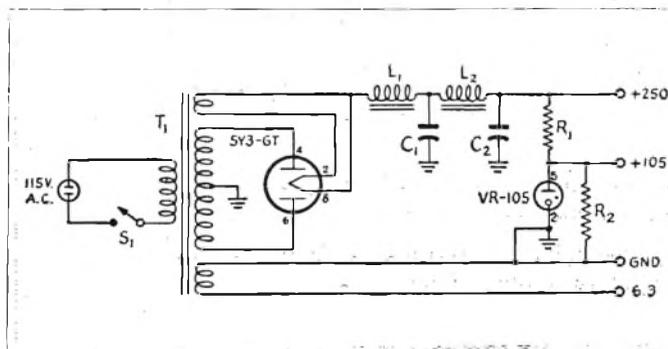

Fig. 2 - Circuito dell'alimentatore consigliato per l'impiego in unione al ricevitore descritto. I valori sono indicati in fondo all'articolo.
L'alimentazione richiesta per questo ricevitore è modesta: 250 V e circa 15 mA e 105 V stabilizzati con 15 mA. Poichè la VR-105 consuma per suo conto 10-12 mA, andrà bene un trasformatore da 60 mA. In fig. 2 è illustrato il circuito consigliato.
*Valori (fig. 2)*